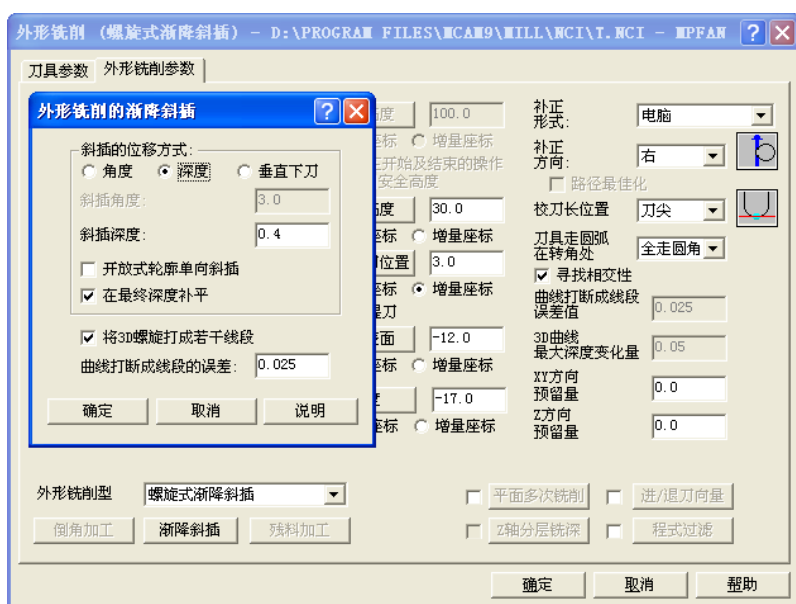

图 7-45 步骤 2) 外形铣削参数
2) 将第 1 层设为当前层，关闭第 5 层。选择“外形铣削（螺旋式渐降斜插）”，继续选择  $\phi 8$  平刀，图形选择  $2 \times \phi 14$  孔，进给率改为 600，下刀速率改为 300，其余刀具参数、参考高度和进给下刀位置等均同步步骤 1)，工件表面：-12.0，深度：-17.0，XY 方向预留量：0.0，Z 方向预留量：0.0，补正形式选择“电脑”，补正方向：右；在“外形铣削的渐降斜插”对话框，点选“深度”，设定斜插深度：0.4，勾选“在最终深度补平”，其余默认，如图 7-45 所示。